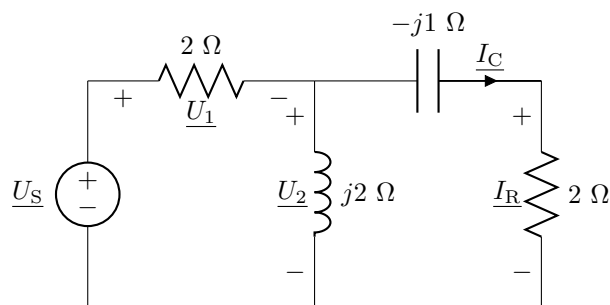

Figura 4.16: Circuito del problema 45.
45. Si en el circuito de la figura 4.16  $\underline{I}_C = 1\angle 0^\circ$  A, dibuja un diagrama fasorial que muestre  $\underline{I}_C$ ,  $\underline{U}_1$ ,  $\underline{U}_2$ ,  $\underline{U}_R$  y  $\underline{U}_S$ .